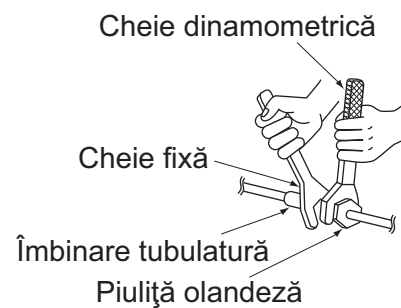

Fig. 12
- Aveți grijă să folosiți atât o cheie fixă cât și o cheie dinamometrică la racordarea sau deconectarea conductelor la sau de la unitate, ca în ilustrație. **(Consultați Fig. 12)**